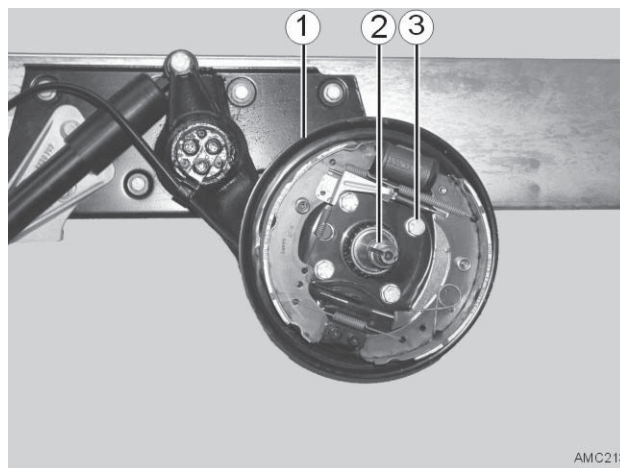

Bild 28
7. Demontage des Bremsschildes (Bild 28 - 1) sowie des Achsstummels (Bild 28 - 2) gem. Montageanweisung des Basisfahrzeug-herstellers.
4 Schrauben M14x1,5x55, (Bild 28 - 3):